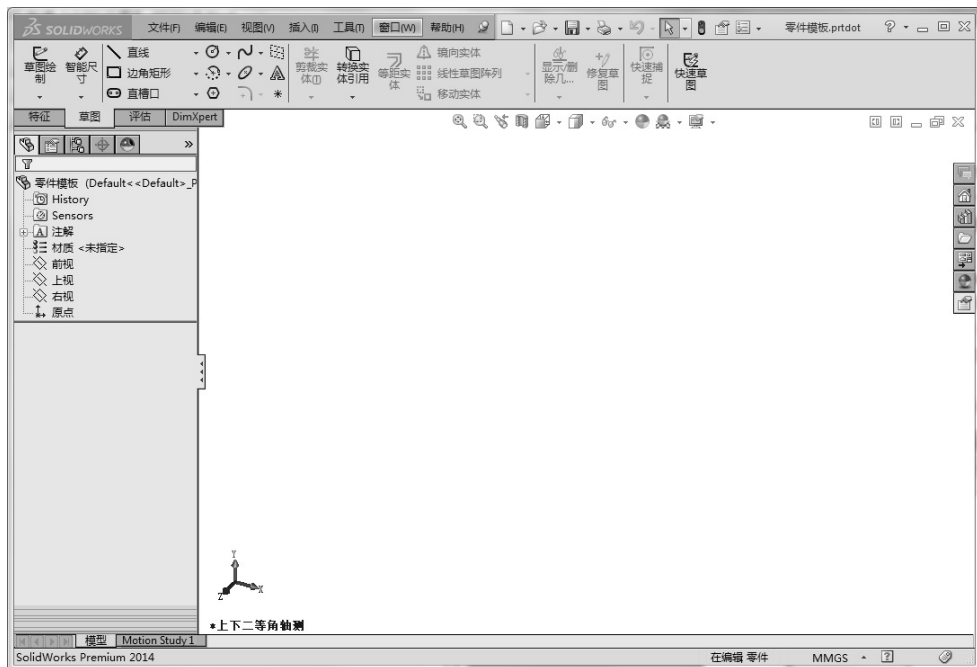

图 1-50 用户界面
- (1) 设置如图 1-50 所示的用户界面,并建立零件模板。